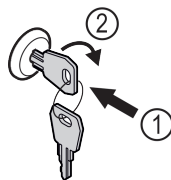

Fig. 123 Reprezentare exemplificatoare
- Introduceți cheia prin apăsare Fig. 123 (1).
- Rotiți cheia cu 90° în sensul acelor de ceasornic Fig. 123 (2).